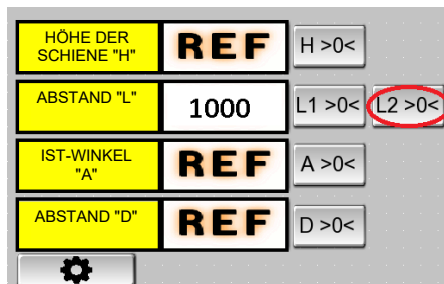

Abb. 55
- Positionieren Sie die Vorderseite des Anschlags in einem Abstand von einem Meter von der Ebene des Kalibrierungseinsatzes und drücken Sie die Taste L2 auf der Höhe des Fensters "ABSTAND "L" (Abb. 55)